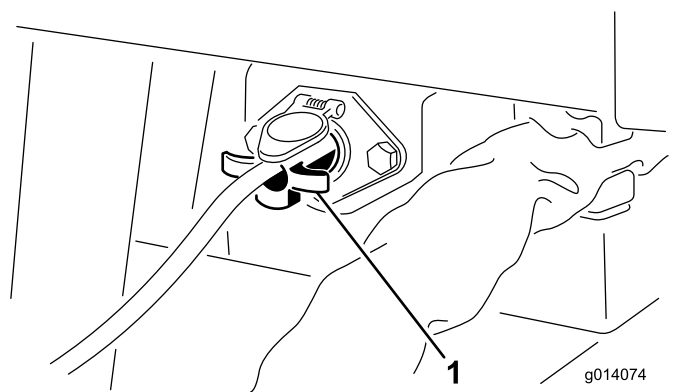

图 9
4. 在 SH 型号上把悬线式开关4 个针脚插入到机器左前方的插座 (图 9)。